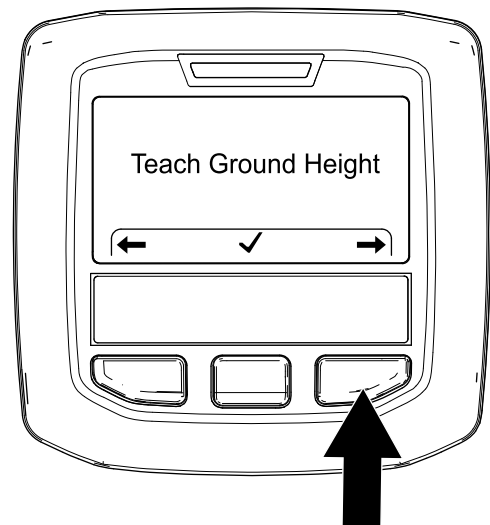

図 46
2. インフォセンターの右ボタンを 2 回押して「タインの地上高キャリブレーション」Calibrating the Tine Ground Height画面を出す 図 46。